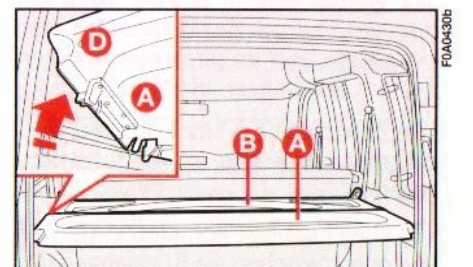

Abb. 124
Die Hutablage besteht aus zwei Teilen **Abb. 124**. Um diese komplett zu entfernen ist wie folgt vorzugehen:
2) Den Teil **A**, **Abb. 124** der Hutablage anheben, bis dass er auf Teil **B** zu liegen kommt.
Zum Wiedereinmontieren der Ablagefläche die mittleren Haken **D**, **Abb. 124** in die entsprechenden Aufnahmen stecken, dann den Teil **B** und hinterher den Teil **A** umkippen und sicherstellen, dass die Einsetzung in den entsprechenden Aufnahmen der Konsolen erfolgt ist.